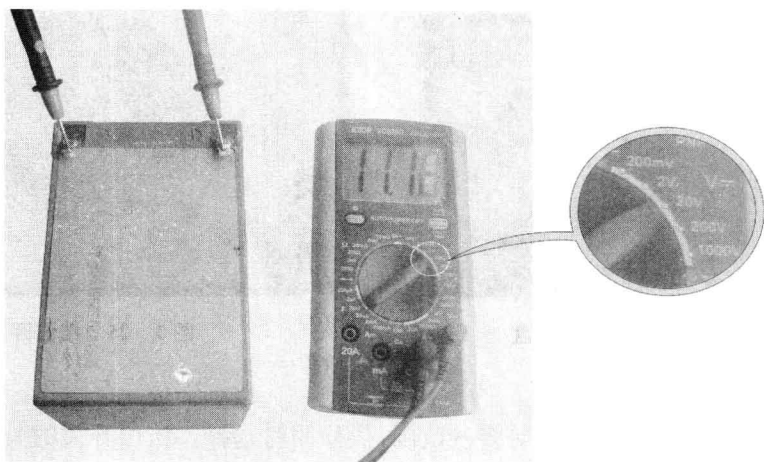

图 1-22 直流电压的检测技巧
由于单体蓄电池的端电压为 12 V,故选择万用表的直流电压 20 V 挡。④ 测量。将红表笔接电源正极或高电位端,黑表笔接电源负极或低电位端,使表笔与被测电路接触点接触稳定,其电压数值可以在显示屏上直接读出。若显示屏显示 11.1,则表明所测电压为 11.1 V。检测技巧如图 1-22 所示,若显示屏显示“1”,则表明量程较小,应适当增大量程进行检查。若数值左侧出现“—”,则表明表笔极性与电源极性相反,此时黑表笔所接的是电源的负极。